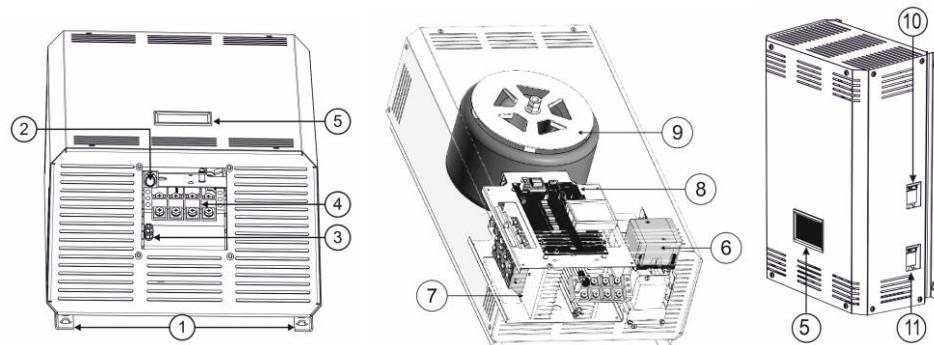

Рисунок 1. Общий вид стабилизатора и его функциональных блоков:
Стабилизаторы серии SKAT ST LV выполнены в металлическом корпусе, окрашенном порошковой эмалью (см. Рис. 1). Имеются проушины для вертикального крепления (1) и съемная металлическая крышка (2), прикрывающая клеммную колодку (4). Рядом с клеммной колодкой находится клемма заземления (3).